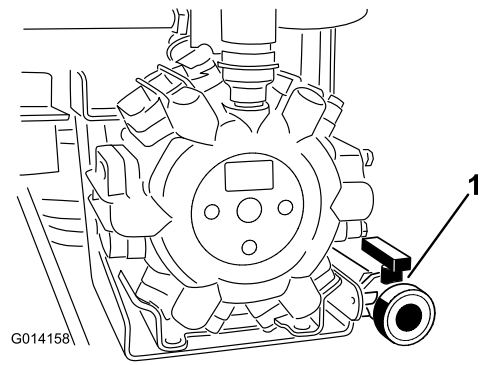

Figura 22
2. Localice la válvula de vaciado del depósito situada en la parte trasera de la máquina (Figura 22). La bomba está situada en la parte trasera de la bomba, unida al soporte.